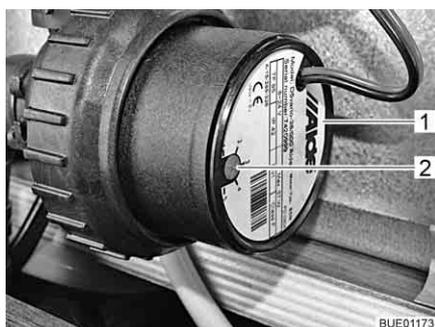

Fig. 171 Riduzione del numero di giri
Con il pomello girevole (Fig. 171,2) è possibile impostare il numero di giri della pompa di circolazione. A un numero di giri ridotto i rumori prodotti dal funzionamento della pompa si riducono.
Il pomello girevole si trova sulla pompa di circolazione (Fig. 171,1).
- Ruotare il pomello girevole (Fig. 171,2) in senso antiorario. La potenza diminuisce.